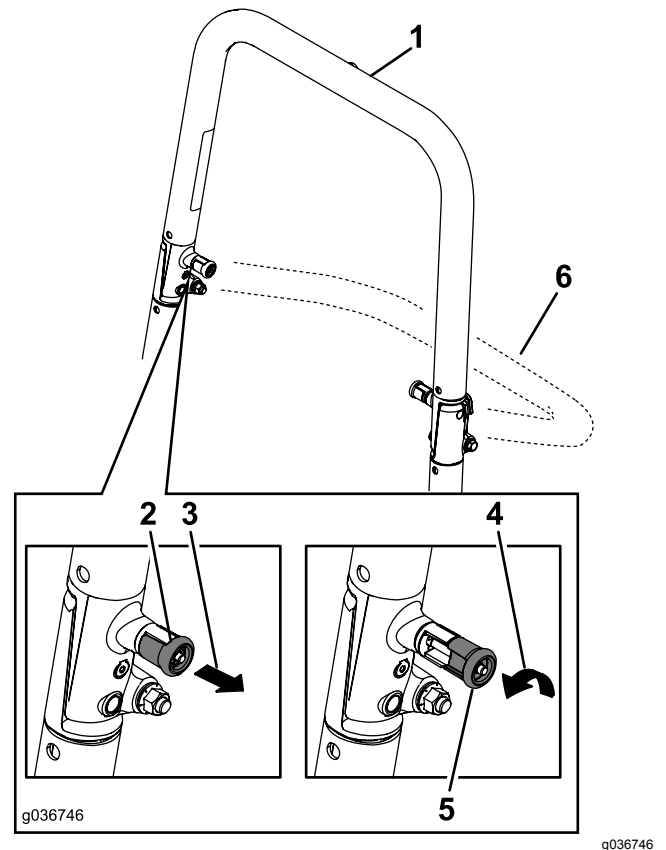

Figura 8
2. Tire de ambos pomos hacia fuera y gírelos 90 grados para desengancharlos (Figura 8).
3. Baje la barra antivuelco (Figura 8).
4. Para elevar la barra antivuelco, suba la barra al puesto del operador y gire los pomos hasta que se introduzcan parcialmente en las ranuras (Figura 8).
5. Eleve la barra antivuelco a la posición vertical, presionando sobre la parte superior de la misma; las clavijas encajarán en cuanto se alineen con los orificios (Figura 8).